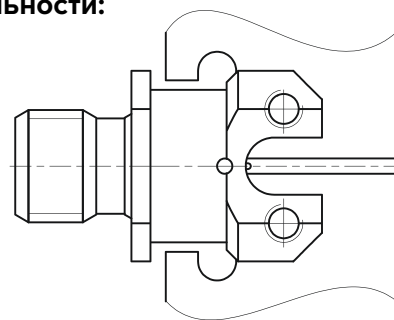

Рис. 18 – Установка перехода серии ПКМ1-32 на плату
- Установите ПКМ1-32 на плату (рисунок 18);